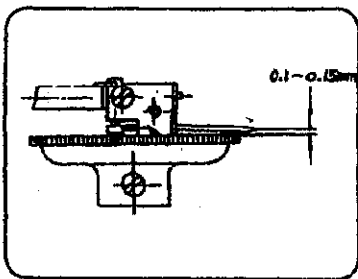

图 4-7 Fig.4-7
(3) Клиренс (зазор) между прямой иглой и диском подачи составляет 0,1 – 0,15 мм.. См.рис.4-7